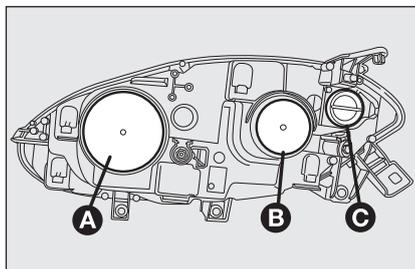
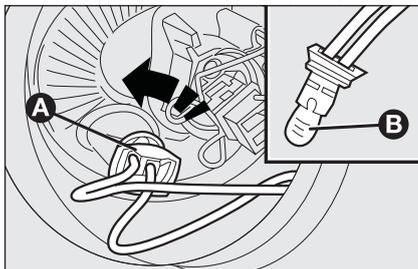

fig. 19
fig. 21
GRUPOS ÓPTICOS DELANTEROS fig. 19
- quite la tapa de protección **B-fig. 19**;
- monte la tapa de protección **A-fig. 19**.
- quite la tapa de protección **A-fig. 19**;
- gire el portalámpara en sentido antihorario **A-fig. 21** e sítalo;
- coloque la lámpara nueva, monte nuevamente el portalámparas **A-fig. 21** luego monte correctamente la tapa de protección **B-fig. 19**.
- monte correctamente la tapa de protección **B-fig. 19**.
- gire en sentido antihorario la tapa de protección **C-fig. 19**;